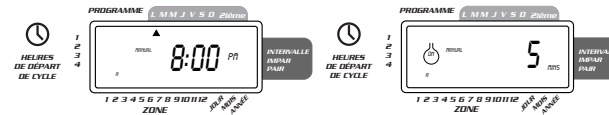

FIGURE 14: Arrosage manuel de la station 3 pendant cinq minutes
- Pour sauter une station, appuyer sur la touche **SUIVANT** jusqu'à ce que le curseur clignote au-dessus du numéro de la station que vous voulez programmer. Par exemple: pour régler la station 3 pour une durée de cinq minutes, appuyer sur la touche **MANUEL**, et ensuite appuyer sur la touche **SUIVANT** cinq fois pour sélectionner le mode de fonctionnement manuel et avancer à l'arrosage pour la station 3; à l'aide des touches **+** et **-**, régler la durée d'arrosage manuel à cinq minutes; ensuite appuyer sur **ENTER** [Voir Figure 14].